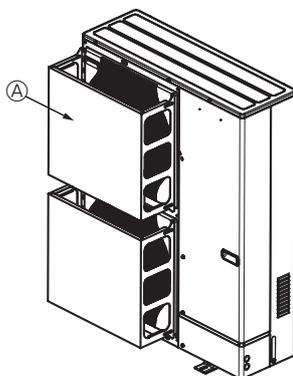

Fig. 2-4
- ② Sumontuokite pasirinktą apsauginį oro kreiptuvą, jei įrenginys montuojamas vietoje, kurioje į oro išėjimo angą gali tiesiai pūsti stiprus vėjas, pvz., uraganas ir pan. (Fig. 2-4)